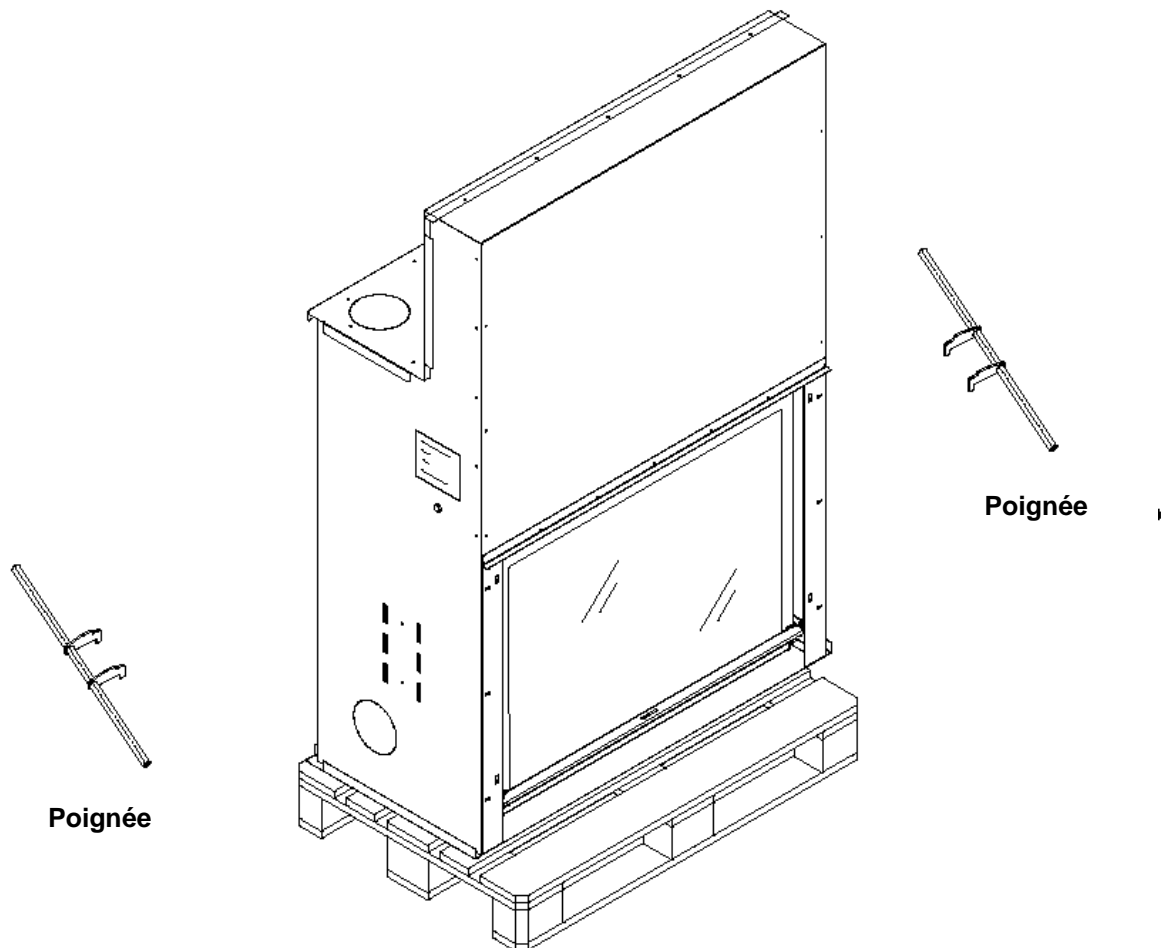

Figure 1: Transport
- Nous mettons à disposition un ensemble de poignées de transport qui peuvent être glissées, sur le côté de l'appareil, dans les fentes prévues à cet effet, en vue d'un transport sécurisé et facile (figure 1).